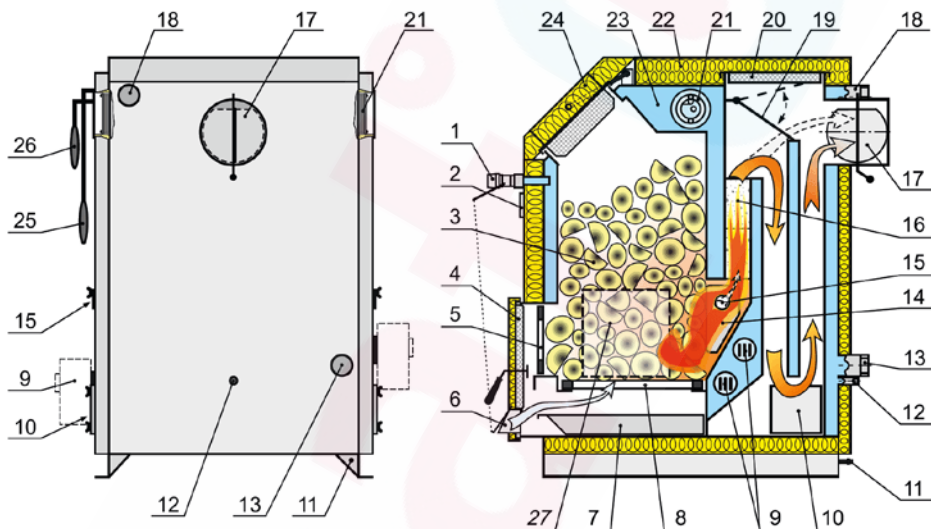

Рис.1
Корпус котла, (23) (см. рис. 1) сваренный из листовой специальной стали имеет полости, в которых нагревается вода. Толщина стенок внутренней части котла 6 мм, внешней – 4 мм. Снаружи котел покрыт декоративными термоизоляционными щитами (22). В передней части котла расположен регулятор тяги (1), управляющий воздухоподающей заслонкой (6), термоманометр (2), двери (4) за которыми расположены служебные дверцы (5) и ящик для золы (7). Камера загрузки топлива закрывается крышкой (24).